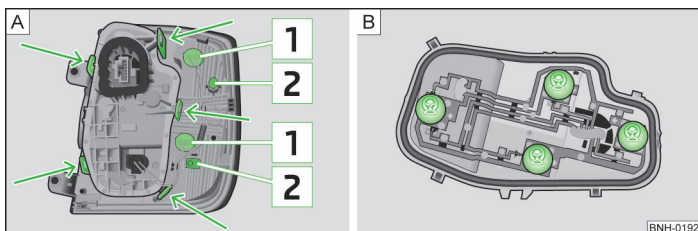

Abb. 177 Äußerer Teil der Leuchte / Innerer Teil der Leuchte
- › Die Rückleuchte vorsichtig in die Karosserie hineindrücken, sodass die Bolzen » Abb. 177 auf Seite 203 an der Leuchte in die Aufnahmen in der Karosserie eingreifen » .
- › Die Lampenfassung » Abb. 177 entgegen dem Uhrzeigersinn drehen und aus dem Leuchtengehäuse herausnehmen.
- › Den Lampenhalter an den mit Pfeilen gekennzeichneten Verriegelungslaschen entriegeln » Abb. 177 - und den Lampenhalter aus der Rückleuchte herausnehmen.
- › Die Lampenfassung » Abb. 177 - bis zum Anschlag entgegen dem Uhrzeigersinn drehen und aus dem Leuchtengehäuse herausnehmen.